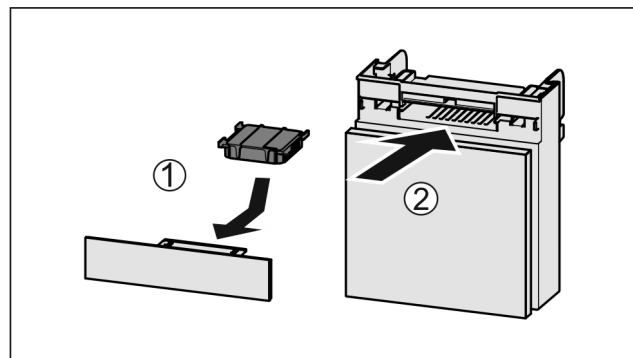

Fig. 145
- ▶ Поставете Fig. 145 (1) филтъра с активен въглен, както е показано на фигурата.
- ▶ Вкарайте Fig. 145 (2) отделението.